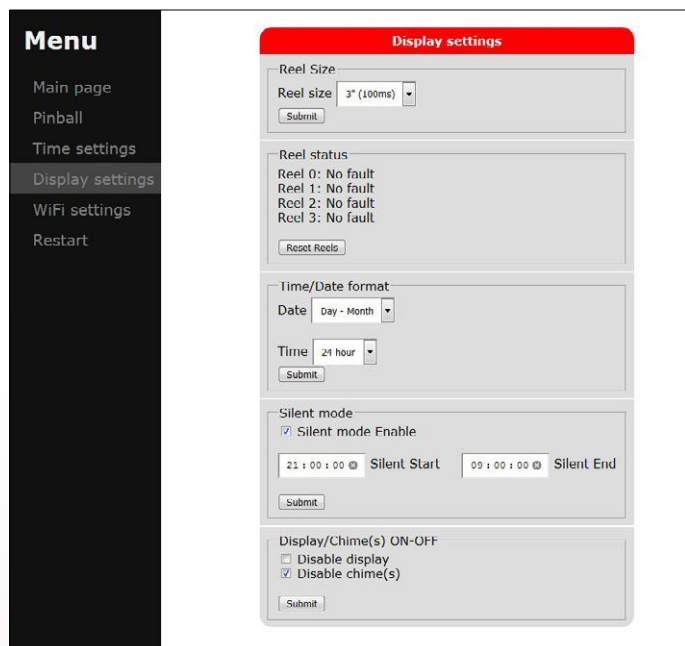

Figure 5. Menu du paramétrage de l'afficheur.
- **Display settings (fig. 5)** : le paramètre **Reel Size** conditionne la vitesse d'avance des rouleaux. La valeur par défaut de 5" devrait convenir à tous les types et marques. Les petits rouleaux de 3" ont été conçus pour un fonctionnement en pas à pas plus rapide (meilleure synchronisation avec le score) et dans ce cas leur rotation semblera plus naturelle s'ils sont accélérés. Une vitesse d'avance rapide est par contre inadaptée aux plus gros (plus anciens) rouleaux.